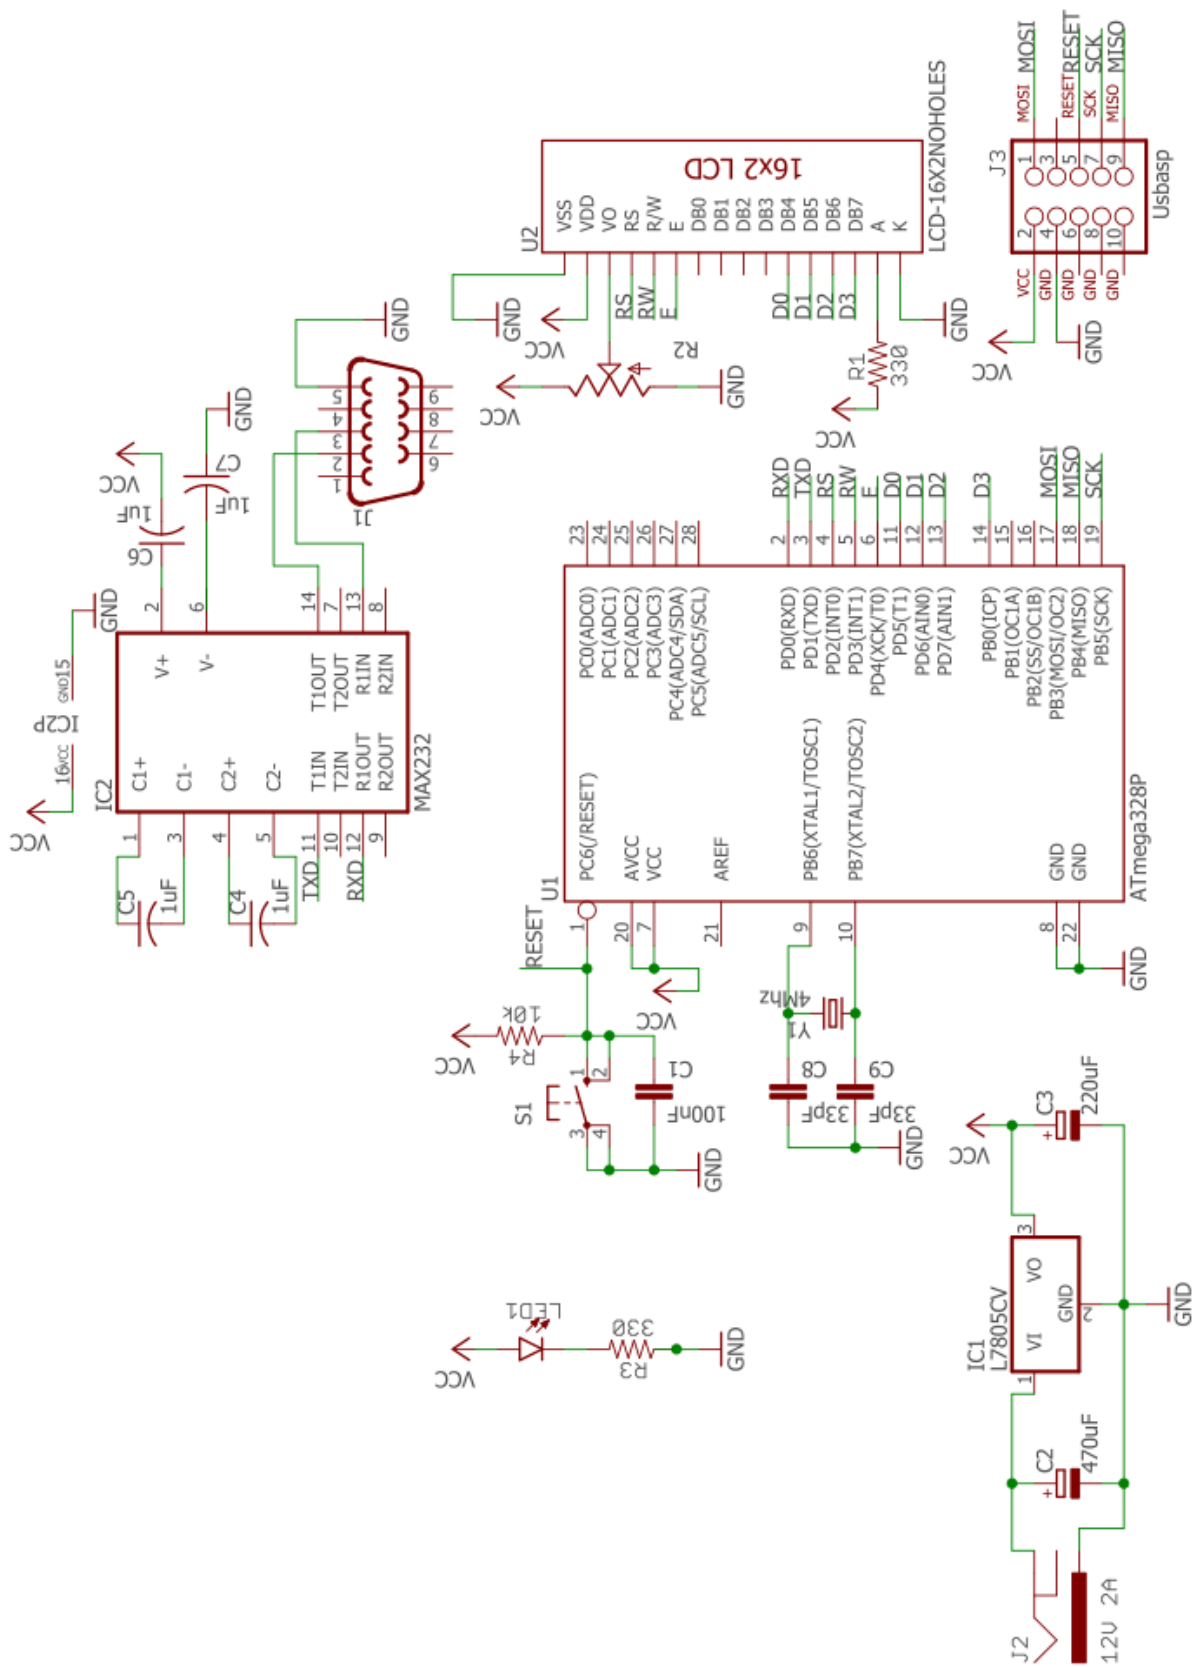

Figura 8.1: Conexión de la práctica 8.
- Conecte el diagrama de la práctica 8 de acuerdo a la Figura 8.1: